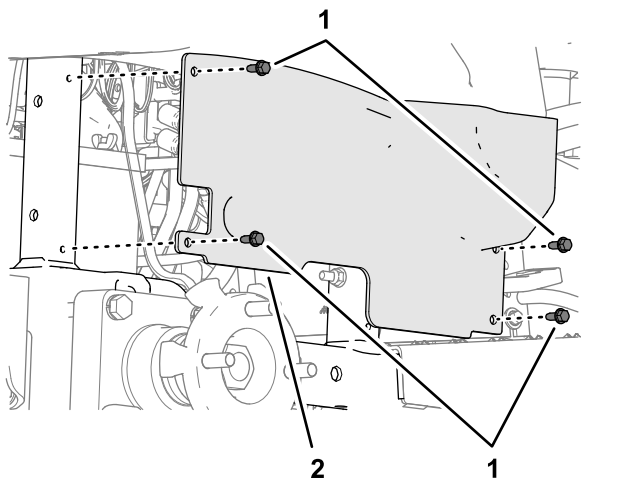

Figura 30
3. Retire os quatro parafusos flangeados ($\frac{1}{4}$ pol. x $\frac{5}{8}$ pol.) que prendem o resguardo da roda ao chassis da máquina (Figura 30).
6. Alinhe os furos no resguardo da roda com a estrutura da máquina (Figura 30) e prenda o resguardo à estrutura com os quatro parafusos flangeados ($\frac{1}{4}$ x $\frac{5}{8}$ pol.) que removeu no passo 3.